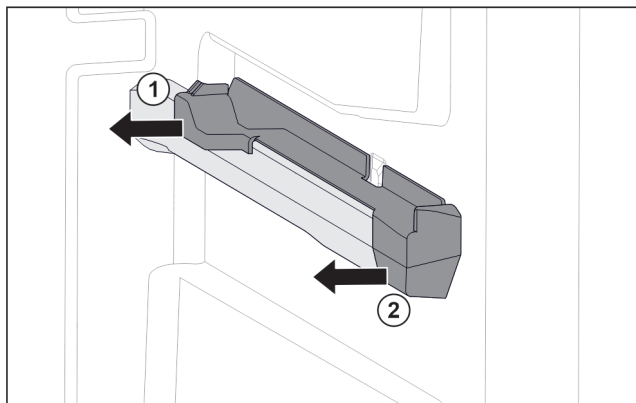

Fig. 77 Påsætningsdel på den højre beholderrist
- ▶ Træk den bageste del af påsætningsdelen af og til siden. Fig. 77 (1)
- ▶ Træk den forreste del af påsætningsdelen af og til siden. Fig. 77 (2)